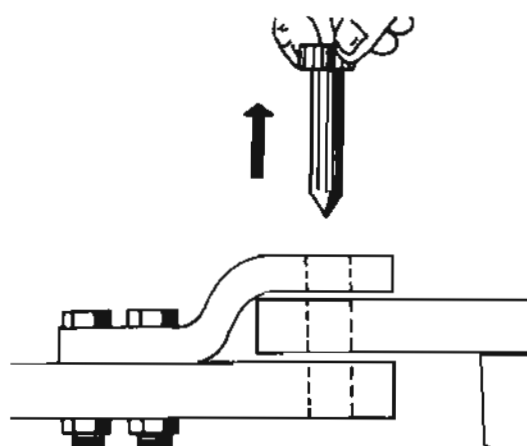

Fig. 4
- c Saque el pasador (fig. 4).